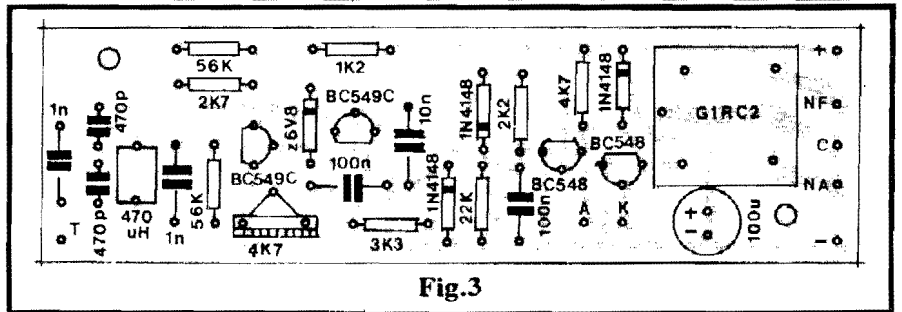

Fig.3
- FIG. 3 - CHAPEADO DA MONTAGEM - Chamamos de "chapeado" (um termo herdado do tempo "da válvula"...) à vista real dos componentes já interligados para "formar" o circuito... No caso, temos a placa vista pelo seu lado não cobreado, todas as peças devidamente posicionadas, identificadas pelos seus códigos, valores, polaridades e mesmo certos detalhes estilizados de "aparência", sempre indicados ou mencionados no sentido de prevenir erros, inversões ou "tro-
Terminadas as soldagens, uma conferência final, rigorosa, deve ser feita, restando então cortar as sobras ou excessos de terminais, pelo lado cobreado. Aos novatos, lembramos que o lado da placa mostrado no "chapeado" é sempre o **oposto** ao cobreado, ou seja: a face **sem cobre** (onde, nas placas fornecidas com os KITS, existe a demarcação em **silk-screen**, idêntica à vista na fig. 3...). Enfim: as peças e componentes são **sempre** colocadas pelo lado **não cobreado** da placa... (Parece elementar, mas muito principiante já "dançou" nisso, colocando as peças pelo lado das pistas e ilhas cobreadas...).